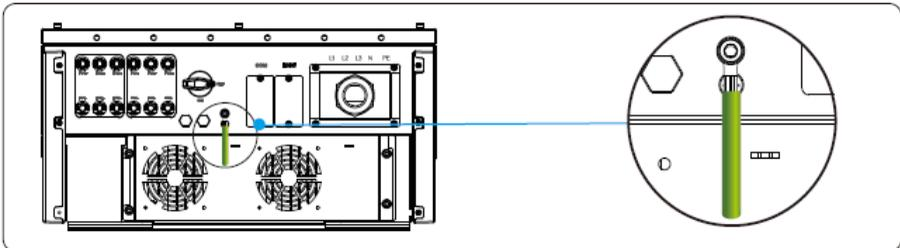

Figura 5.3 Fijación del cable PGND
Paso 3 Fije el cable PGND con ayuda del tornillo de tierra y apriete el tornillo con un par de torsión de 3 Nm, tal como se muestra en la figura 5.3.